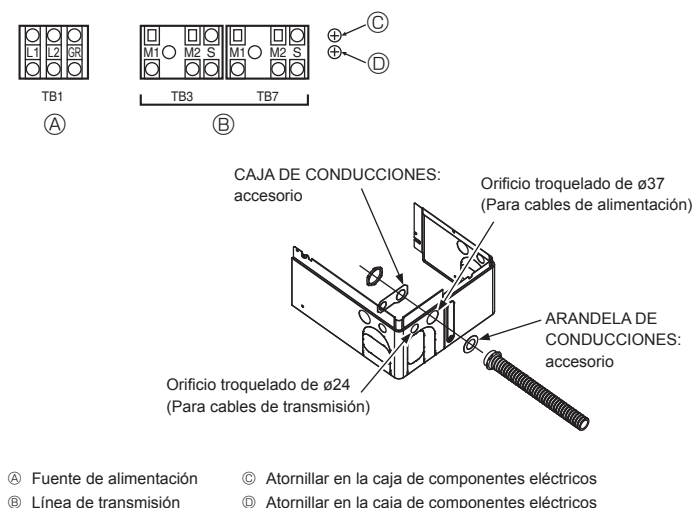

Fig. 6-1
6.2. Caja de control y posición de conexión de los cables (Fig. 6-1)
- Conecte la línea de transmisión de la caja de derivación al bloque de terminales de transmisión (TB3), o conecte los cables entre las unidades exteriores o el cableado con el sistema de control centralizado al bloque de terminales del control centralizado (TB7). Si utiliza cables blindados, conecte la toma de tierra blindada de la línea de transmisión de la caja de derivación al tornillo (Ⓢ o Ⓢ) y conecte la toma de tierra blindada de la línea entre las unidades exteriores y la línea de transmisión del sistema de control central al terminal (S) blindado del terminal (S) blindado del bloque de terminales del control centralizado (TB7). Además, en el caso de las unidades exteriores cuyo conector de alimentación CN41 se ha sustituido por el CN40, el terminal blindado (S) del bloque de terminales (TB7) del sistema de control central también debe conectarse al tornillo (Ⓢ o Ⓢ) utilizando el cable suministrado.